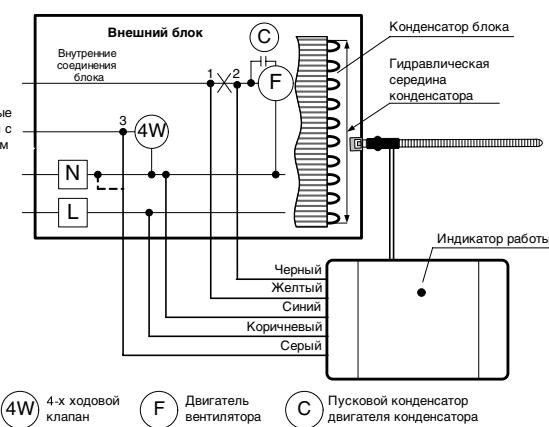

Рис. 1
- Разрежьте провод питания вентилятора внешнего блока, как показано на рис. 1. Подсоедините желтый провод регулятора к точке 1, черный провод к точке 2.
- При установке в блок «только охлаждение» подключите данный провод к нейтрали блока (показано пунктиром на рис. 1).
- При установке в блок «охлаждение – нагрев», 4-х ходовой клапан которого в режиме «охлаждение» обесточен, подсоедините серый провод к точке 3 (рис. 1).